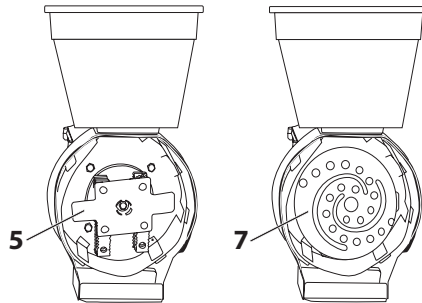

Рис. 11
Изделие GR 300F возможно использовать для измельчения корнеплодов и фруктов, для этого замените дробильные ножи (5) ножом-теркой (7) входящую в комплект поставки, загрузку производите через соответствующий загрузочный бункер, основной загрузочный бункер перекройте регулировочной заслонкой, подачу корнеплодов осуществляйте при помощи подпружиненной крышки (Рис. 11).